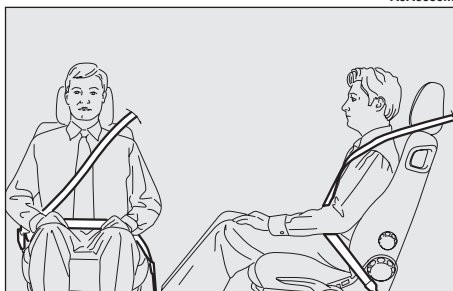

fig. 44
*Il nastro della cintura non deve essere attorcigliato. La parte superiore deve passare sulla spalla e attraversare diagonalmente il torace. La parte inferiore deve aderire al bacino (fig. 44) e non all'addome del passeggero. Non utilizzare dispositivi (mollette, fermi, ecc.) che tengono le cinture non aderenti al corpo degli occupanti.*